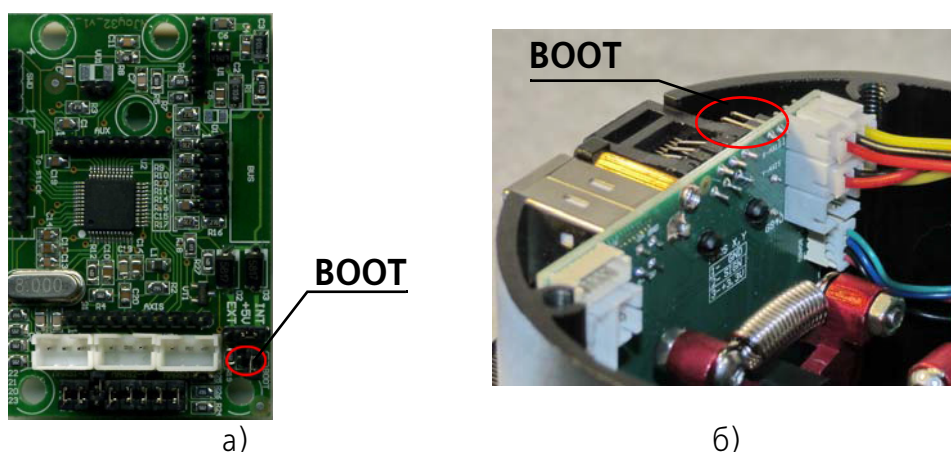

Рис. 2.5.
3. Замкните джампер **BOOT** на плате контроллера (рис. 2.5).